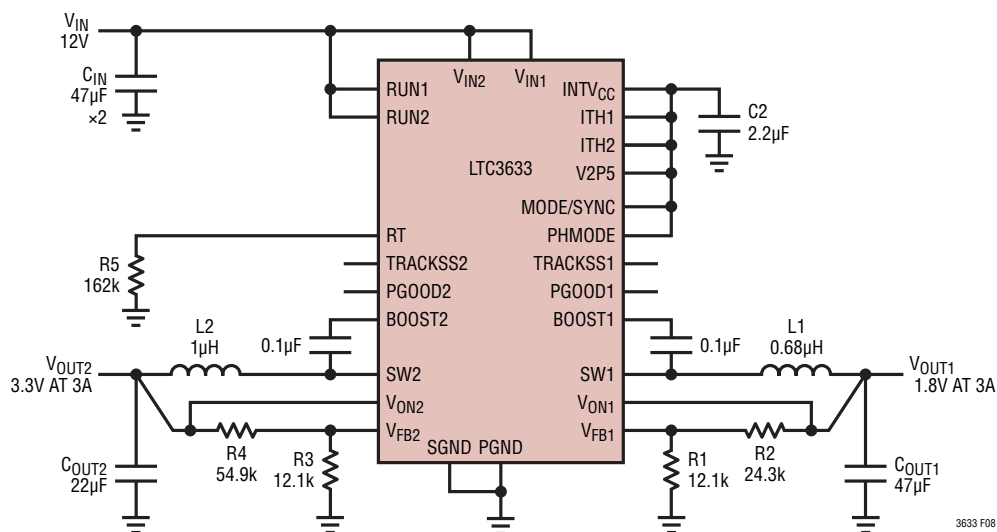

図8. 設計例の回路
- 3) 抵抗分割器(たとえば、図8のR1~R4)は、 $C_{OUT}$ の(+)
最終回路を図8に示します。